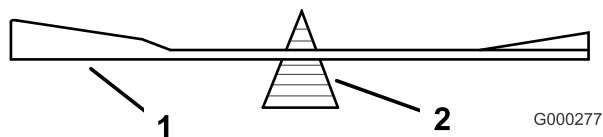
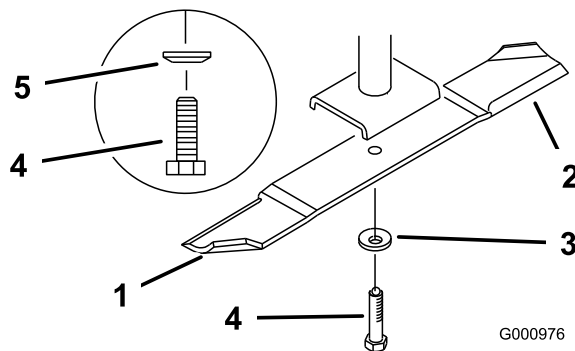

Figure 67
Figure 68
2. Retirez le boulon, la rondelle élastique et la lame de l'axe (Figure 68).
2. Vérifiez l'équilibre de la lame en la plaçant sur un équilibreur (Figure 67). Si la lame reste horizontale, elle est équilibrée et peut être utilisée. Si la lame est déséquilibrée, limez un peu l'extrémité de la partie incurvée seulement (Figure 68). Répétez la procédure jusqu'à ce que la lame soit équilibrée.
1. Placez la lame sur l'axe (Figure 68).
2. Installez la rondelle élastique et le boulon de la lame. Le cône de la rondelle élastique doit être dirigé vers la tête du boulon (Figure 68). Serrez le boulon à 115–150 Nm (85–110 pi-lb).